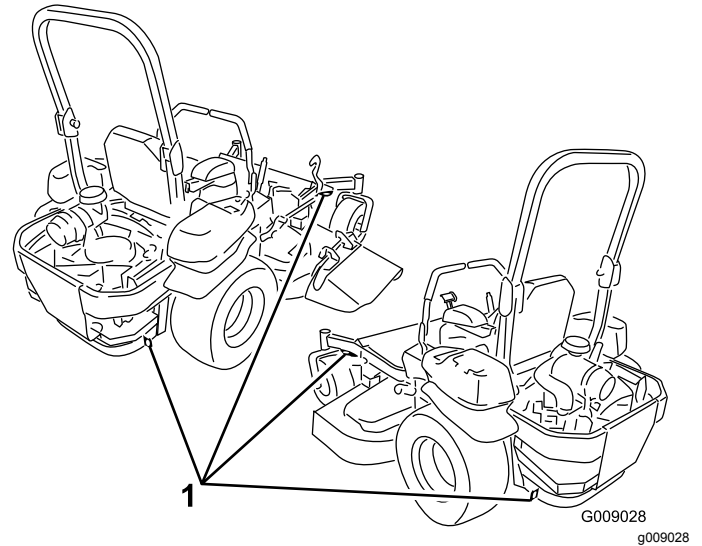

Figura 36
5. Utilizzate gli anelli di ancoraggio metallici sulla macchina per fissarla saldamente al rimorchio o all'autocarro per mezzo di cinghie, catene, cavi o corde (Figura 36).